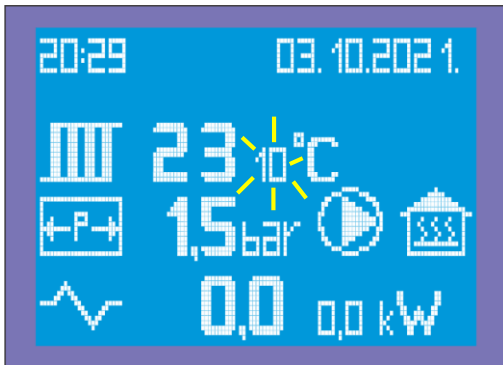

Bild 15
- 1 - Taste "SET" kurz drücken – der SET TEMP Wert: "10" (Bild 15) beginnt zu blinken.
- 5b - Bestätigen Sie den SET POWER-Wert mit der Taste "OK" und wechseln Sie zu SET TEMP. (Der Set Temp.-Wert beginnt zu blinken, dies ist eine Rückkehr zum Anfang der Einstellungen - Bild 15).